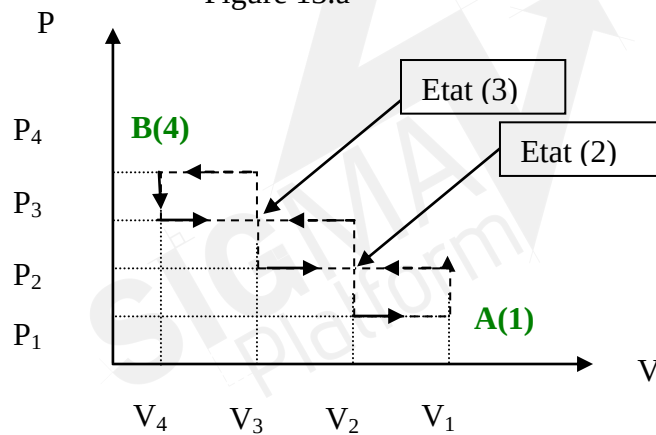

Figure 13.b
Pour réaliser une transformation-quasi statique, On va recommencer la même expérience mais cette fois-ci avec chacune des trois masses en partant du même état d'équilibre (1). On posera d'abord la première masse de 1kg et on attend l'arrêt définitif du déplacement du piston pour aboutir à l'état d'équilibre (2) du gaz. On refait l'expérience avec la deuxième masse, on obtiendra l'état d'équilibre (3) du gaz. En posant la 3^{ème} masse on atteindra l'état d'équilibre (4) du gaz (figure 13.a).